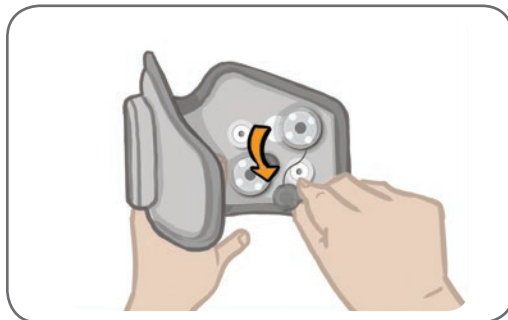

Ilustración 8-8: Retirada de las bases de electrodos usadas
3. Desconecte los broches de las bases de los electrodos de los orificios de enganche. Consulte la ilustración 8-8.
4. Retire las bases de electrodos usadas de la banda de EF. Consulte la ilustración 8-8.